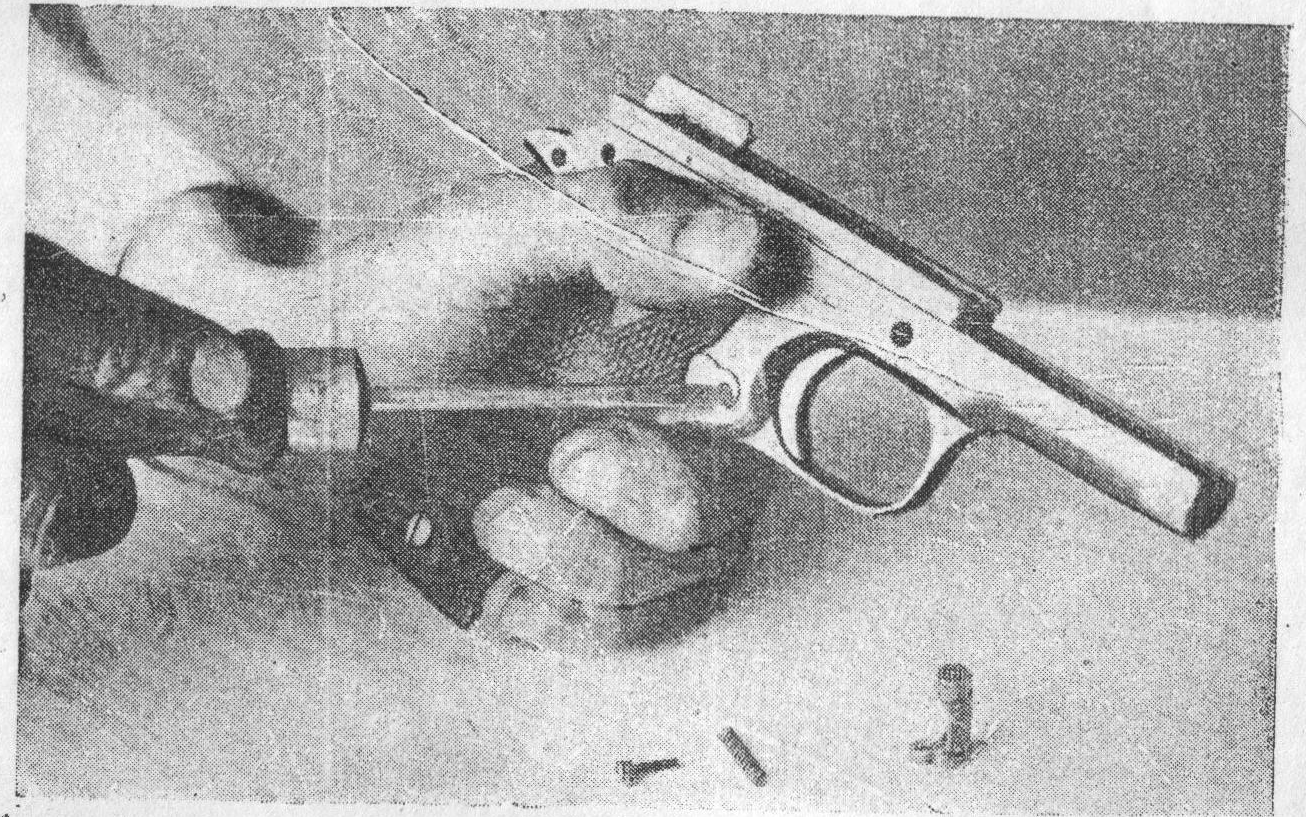

Рис. 21.
тик (по направлению, обратному часовой стрелке) до отказа, после чего вся защелка свободно выталкивается из своего гнезда слева направо. Отделить из защелки болтик и пружинку (рис. 21).
4. Вставить магазинную защелку, для чего вложить соответствующим образом магазинную защелку в гнездо с правой стороны остова пистолета, вставить в гнездо защелки пружинку и болтик, затем, утопив несколькими пальцами левой руки, насеченную головку защелки, в то же время, держа отвертку в правой руке, повернуть отверткой болтик защелки (по направлению часовой стрелки) до отказа (рис. 21).